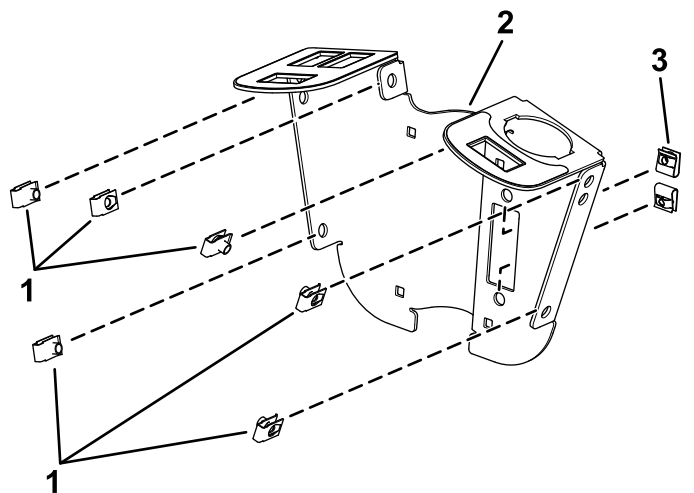

Figura 1
1. Instale los 6 clips y las 2 tuercas rápidas en el soporte de los interruptores (Figura 1).